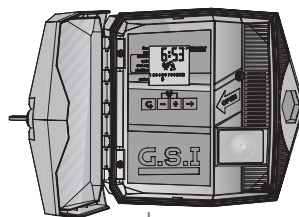

Figura 2: Panel de control girado hacia afuera
2. Gire hacia fuera el panel de control (Figura 2).